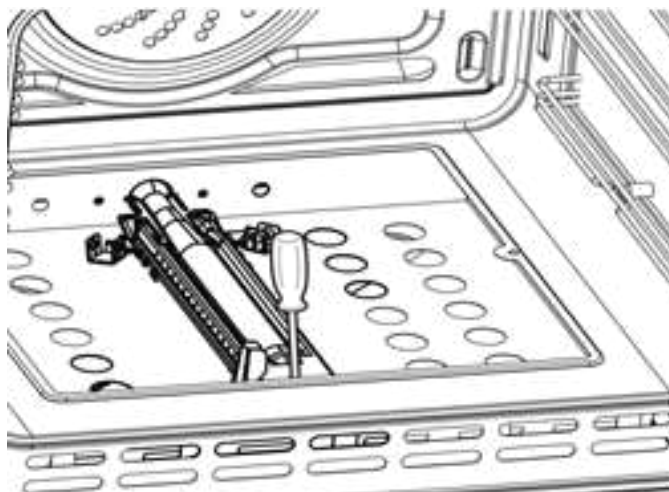

Рис. 19
- Відкрутіть гвинти та зніміть гвинт пальника (Рис. 19).